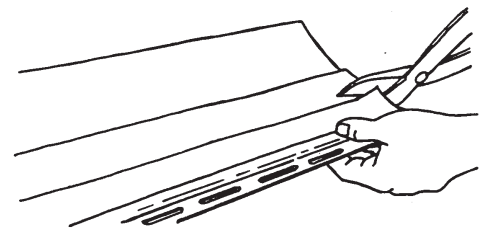

Figure 20
- Lorsqu'on coupe avec des cisailles, ne pas fermer complètement les lames en fin de course pour obtenir une coupe nette, au rasoir (Figure 20).